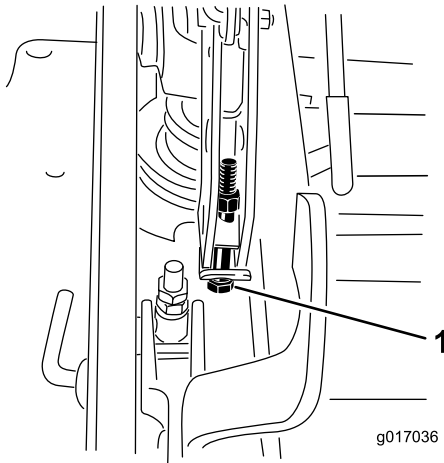

Figure 73
13. Si le plateau est trop bas, serrez le boulon de réglage monopoint dans le sens horaire. Si le plateau est trop haut, desserrez le boulon de réglage monopoint dans le sens antihoraire (Figure 73).